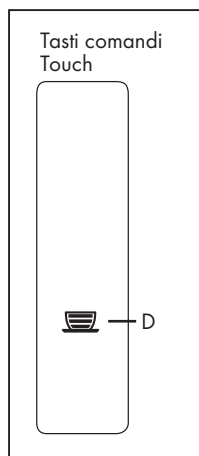

Fig. 8
- Accendere l'apparecchio ed entro un secondo premere e mantenere premuto per circa 3 secondi il tasto ☕ (D) (Fig. 8).
- Spegnerne l'apparecchio con il tasto (2) per memorizzare e uscire dalla modalità di programmazione.